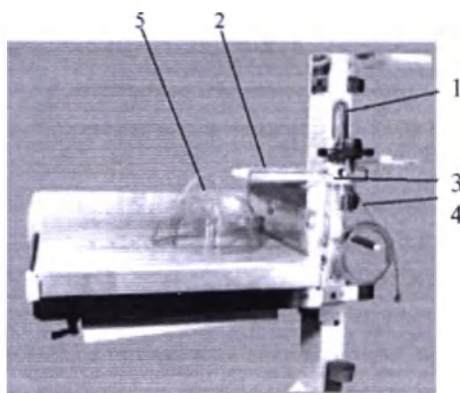

Рисунок 14 — Установка узла подготовки кислорода
8.2.4 Установить на матрасик неонатальный колпак 5 (см. рисунок 14).